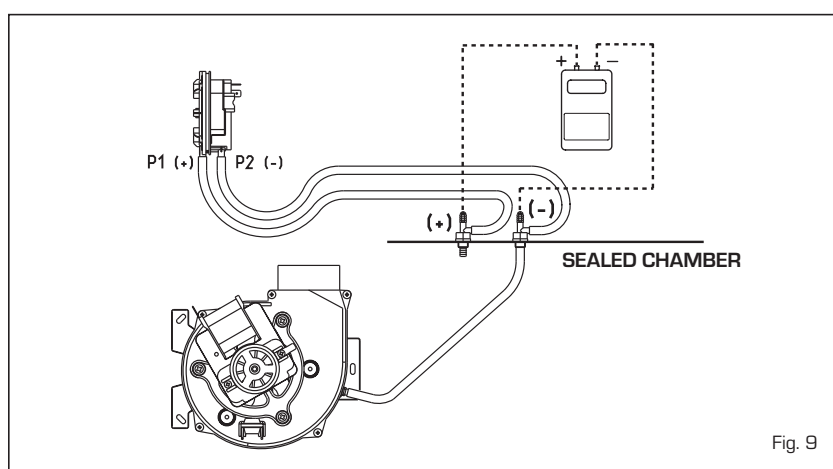

Fig. 9
3.2 SMOKE PRESSURE SWITCH (fig. 9)